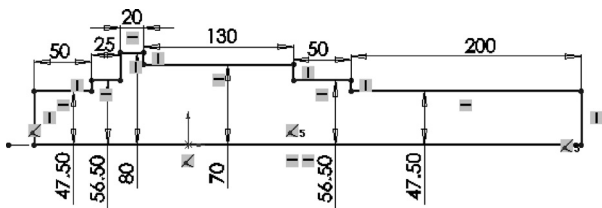

图 8-4 标注尺寸
**05** 标注尺寸。单击“草图”控制面板中的“智能尺寸”按钮，对草图进行尺寸设定与标注，如图 8-4 所示。